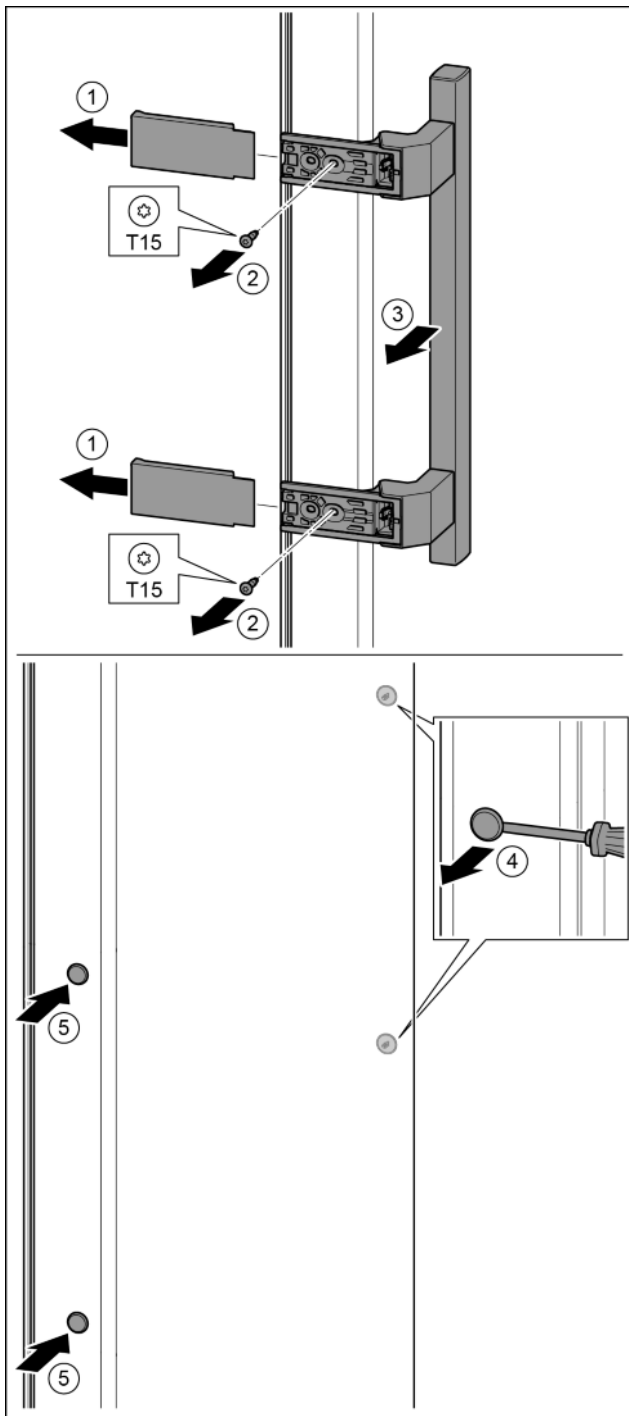

Fig. 19
- ▶ Extrageți capacul. Fig. 19 (1)
- ▶ Demontați șuruburile cu șurubelnița T15. Fig. 19 (2)
- ▶ Detașați mânerul. Fig. 19 (3)
- ▶ Ridicați cu precauție dopul lateral cu o șurubelniță plată și extrageți-l. Fig. 19 (4)
- ▶ Introduceți dopul pe partea opusă. Fig. 19 (5)